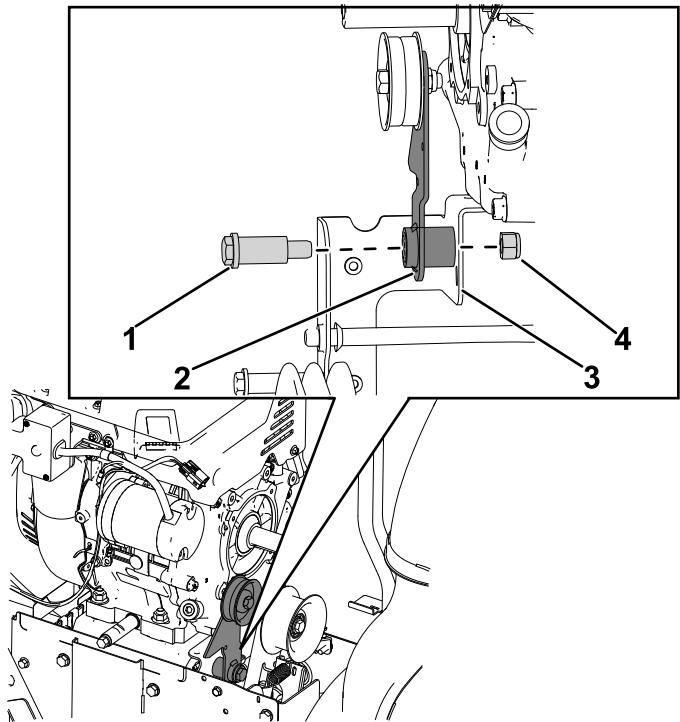

Figure 9
3. Retirez l'écrou (7/16") et le boulon à épaulement (7/16" x 1 $\frac{3}{4}$ ") qui fixent le bras de renvoi au support d'embrayage de frein (Figure 9).